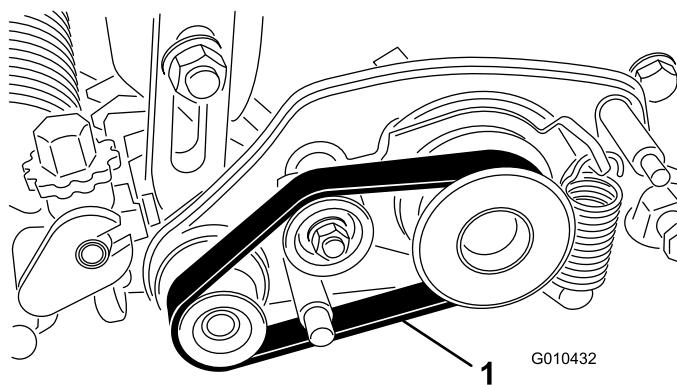

Figure 18
- Chaussez la courroie sur la poulie menée, la poulie de tension et la poulie, comme montré à la Figure 18.